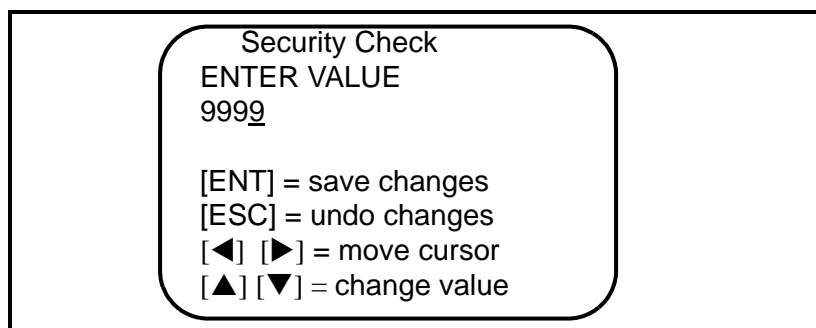

Figure 3 : Fenêtre de contrôle de sécurité
1. Appuyez sur [ESC], [ENT], [ESC]. Une fenêtre de contrôle de sécurité similaire à la *figure 3* ci-dessous s'ouvre.